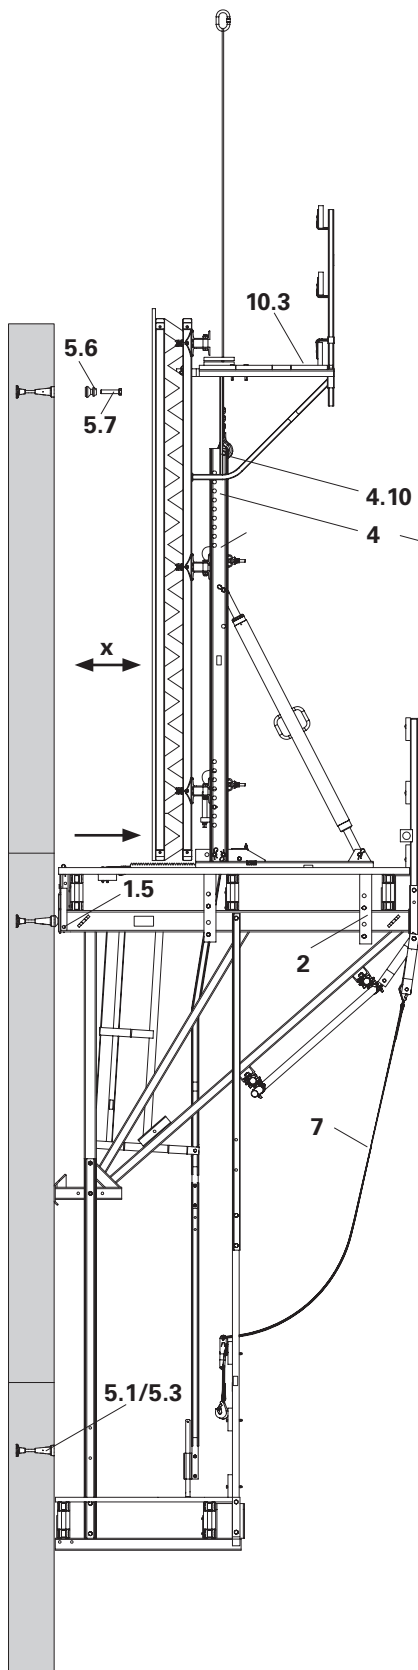

Fig. B4.01
8. Fazer aberturas no assoalamento da plataforma de betonagem (10.3), acima do perfil vertical. Ligar o sistema trepante ao perfil vertical (4). (Fig. B4.01)